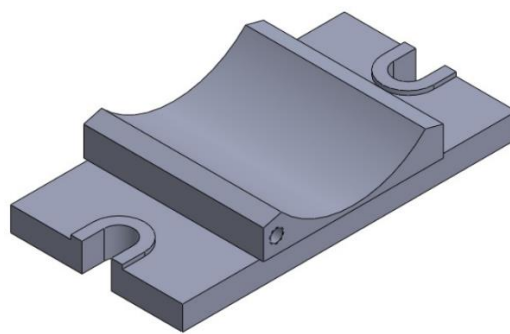

Рисунок 8.15 – Модель після створення нарізного отвору
6. Створіть різбовий отвір M7.0 x 1.0 за допомогою інструмента **Hole Wizard** (рис. 8.15). Потім створіть три екземпляри цього отвору за допомогою інструмента **Mirror**, як показано на рисунку 8.16.